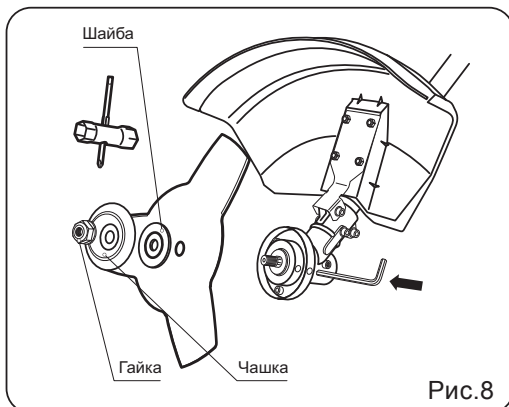

Рис.8
- Удерживая стопорный стержень одной рукой, надежно затяните гайку трубчатым ключом (входит в комплект поставки), поворачивая ее против часовой стрелки (Рис. 8).